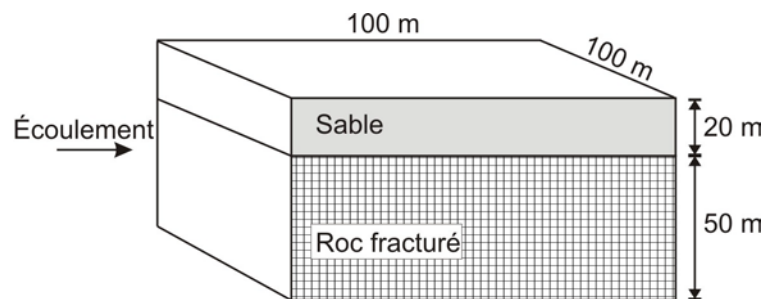

Figure 1. Coupe verticale (non à l'échelle) illustrant un système aquifère composé d'une couche de sable et de roc fracturé.
- 1) **(20 points)** Un système aquifère montré à la Figure 1 est formé de 20 mètres de sable reposant sur 50 m de roches fracturées. Le sable est entièrement saturé, sa porosité est 0.3 et sa conductivité hydraulique est 10^{-5} m/s. Les roches sont aussi entièrement saturées et contiennent 3 réseaux de fractures parallèles, soit 1) des fractures horizontales, 2) des fractures verticales orientées est-ouest et 3) des fractures verticales orientées nord-sud. L'espacement des fractures est constant pour les 3 réseaux et est égal à 0.5 mètre. Toutes les fractures ont une ouverture de 0.5 mm.